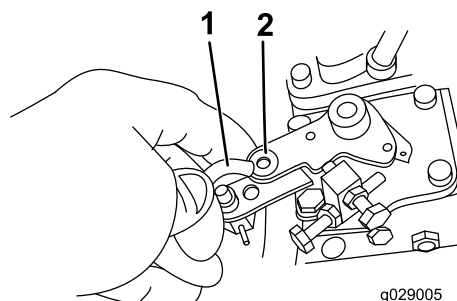

Рисунок 5
2. Отсоедините рычаг электромагнитного отсечного клапана от рычага останова двигателя (Рисунок 5).
3. Удалите шайбу в отходы (Рисунок 5).